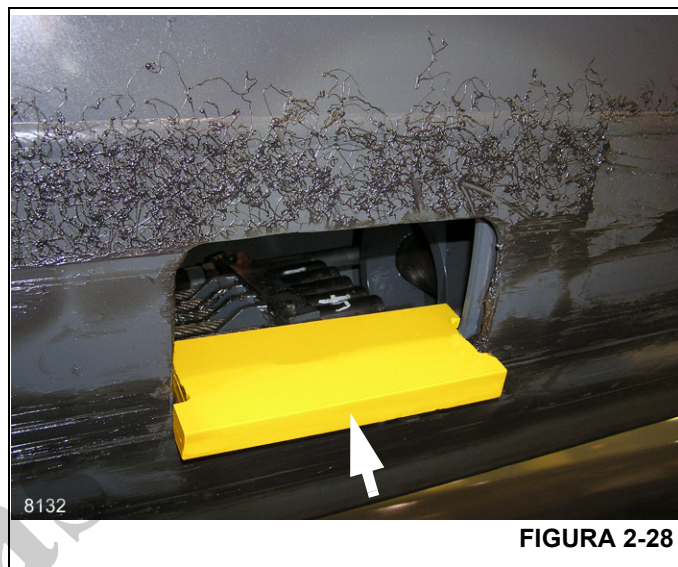

FIGURA 2-28
3. Instale a ferramenta da válvula de retenção do telescópio, N/P 80041761; consulte a Figura 2-28. Enquanto segura a ferramenta na posição peça a um ajudante que retraia a seção 3 para travar a ferramenta no lugar.
5. Desparafuse a válvula de retenção de seu bloco de entradas. (Consulte a Figura 2-28 e a Figura 2-39.)